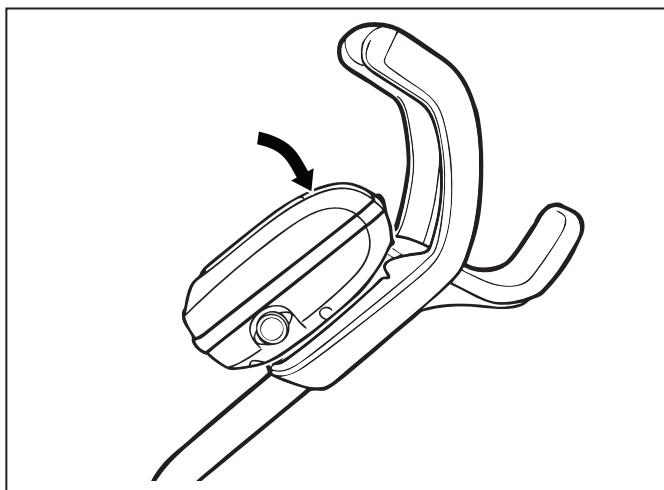

Figura 9. Fije la unidad de control en el carro
2. Presione la unidad de control contra el soporte del carro hasta que quede en posición (Figura 9).